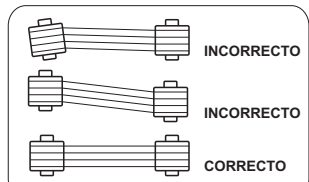

FIGURA 19
- C. Verifique que la tensión de la correa (Figura 18) y su alineamiento (Figura 19) para equipos CSV 15 y CSV 20, la tensión o peso de 4,0 kg en el punto medio cede de 3/8" a 1/2". Para verificar la deflexión, remueva el protector de la correa 20. Después de la inspección fije el protector.